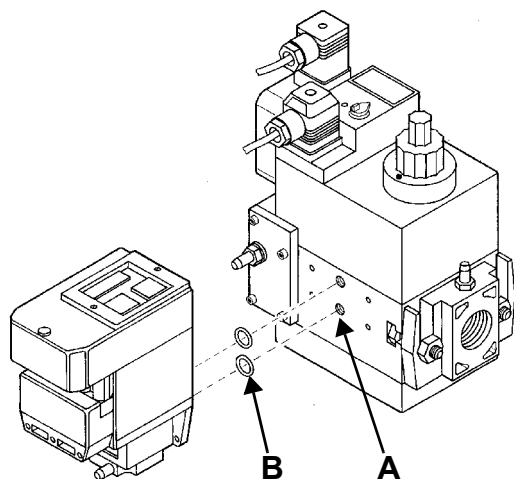

Fig. 23
- 3 togliere le viti di chiusura del gruppo Multibloc (Fig. 23-A);
- 4 inserire gli anellini di tenuta (10,5 x 2,25) nel VPS 504 (Fig. 23-B, Fig. 23-B);